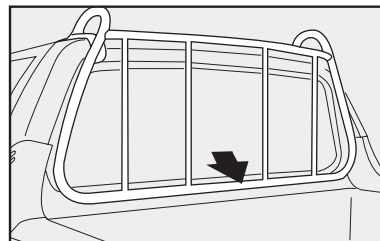
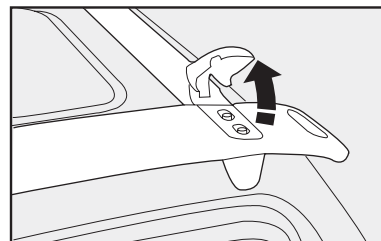
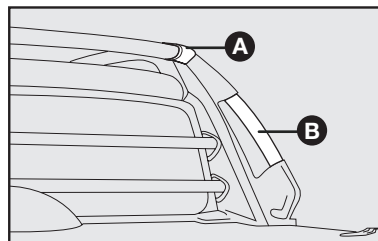

fig. 102
fig. 103
fig. 104
- utilice el portaescaleras **fig. 102** para apoyar y fijar correctamente los objetos más altos. En las versiones con cabina extendida, levante antes los limitadores **fig. 103** o **A-fig. 104** (Strada Adventure).
Para subir en el compartimiento de carga con más facilidad, con el objetivo de arreglar la carga, utilice el asidero de apoyo **B-fig. 104**, pisando en el estribo lateral metálico. No pise en la región inferior a la tapa del depósito de combustible.
No utilice los asideros de apoyo B-fig. 104 para atar objetos.